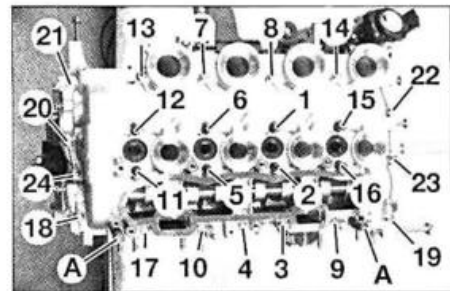

FIG. 52
(útil Ref. (-). 0194-N) (A) (fig. 52) introducidos en los taladros previstos a este efecto.
- aproximar y apretar progresivamente los tornillos de fijación en el orden indicado (fig. 52).
- desmontar los dos pasadores (A).